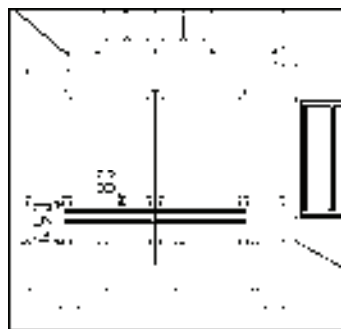

图 13-182 修剪直线
8) 绘制阳台栏杆。调用“偏移”命令，偏移直线；调用“修剪”命令，修剪直线，结果如图 13-182 所示。